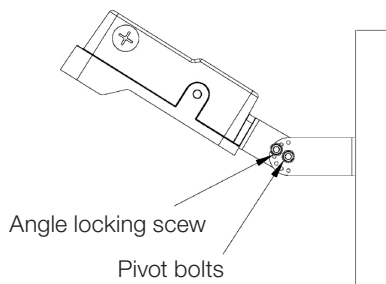

Figure 5
STEP 1: Place the slipfitter over the tenon and secure the fixture with the screws on the side of the slipfitter as shown in Figure 5.
ÉTAPE 2: Placez le raccord lisse sur le tenon et fixez le luminaire avec les vis sur le côté du raccord lisse, comme illustré à la Figure 5.